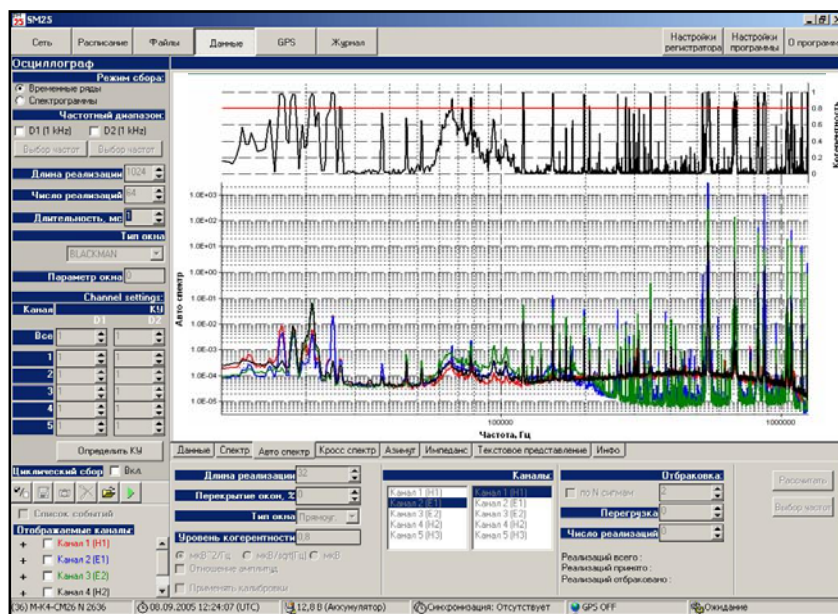

Рисунок 8.10
- Вкладка «Автоспектр» (рисунок 8.10) выводит энергетические спектры по всему файлу и всем каналам, а также когерентности по выбранным парам каналов по всему файлу данных;